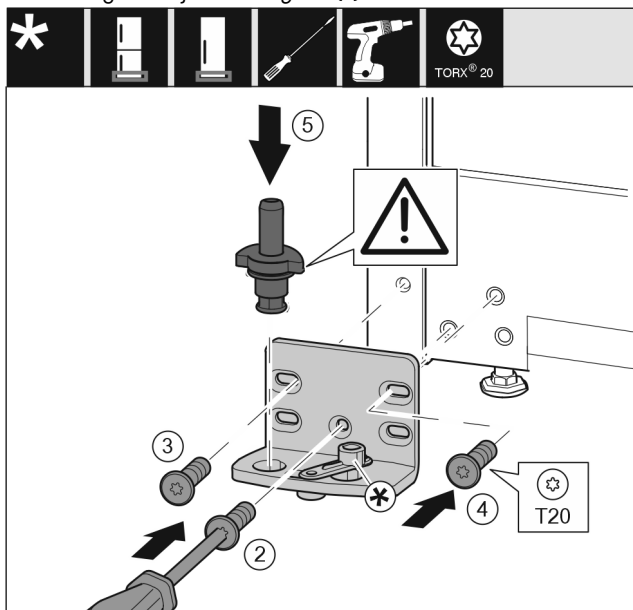

Fig. 17
- ▶ Lagerbus op de andere kant aanbrengen en met behulp van een schroevendraaier T20 vastschroeven. Met schroef 2 onder in het midden beginnen. *Fig. 17 (2)*
- ▶ Schroef 3 en 4 vastschroeven. *Fig. 17 (3,4)*
- ▶ Lagerbout volledig aanbrengen. Let op dat de vergrendelknok naar achter wijst. *Fig. 17 (5)*